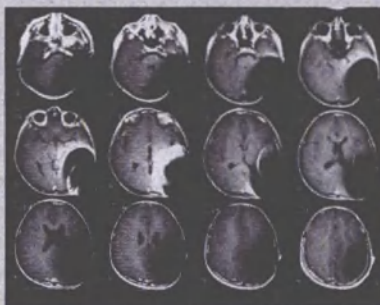

Рисунок 2. МРТ-снимки, полученные на томографе с силой магнитного поля 1,5 Тл (8-летний ребенок)
- На снимках возможно появление артефактов (см. Рисунок 2).